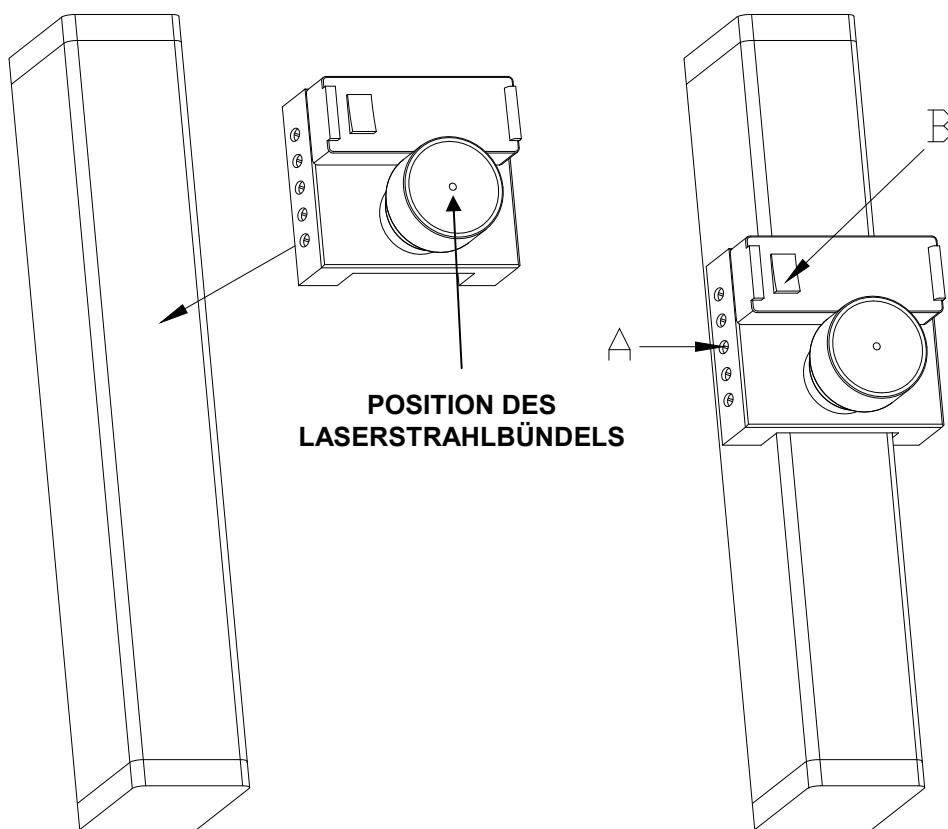

Abb. 1
- Das LAD3 entlang der Vertikalachse von der Seite des optischen Fensters her am Sender befestigen (sh. Abb. 1). Von der korrekten Verbindung zwischen dem Gerät und den Lichtschranken hängt das Ergebnis der Ausrichtung ab.
- Das Gerät über den ON/OFF-Schalter einschalten (Abb. 1, Detail B).
- Wenn das Gerät nicht auf dem Schranken hängen, auf den fünf Gewindestiften auf der Seite des Geräts handeln (siehe Detail A in Abb. 1).